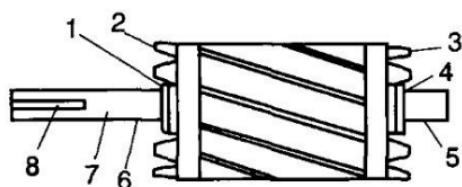

Рис. 66. Ротор электродвигателя:
19.5. На валу электродвигатели имеются фетровые шайбы для совмещения ротора с магнитным полем (рис. 66). Когда шайбы изнашиваются, то ротор начинает перемещаться вдоль оси в подшипниках. Это вызывает шум, который указывает на необходимость ремон-